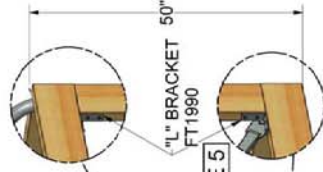

FIGURE 5
5. ATTACH FILLER BOARD ON CORNERS AS SHOWN. [FIGURE 5]